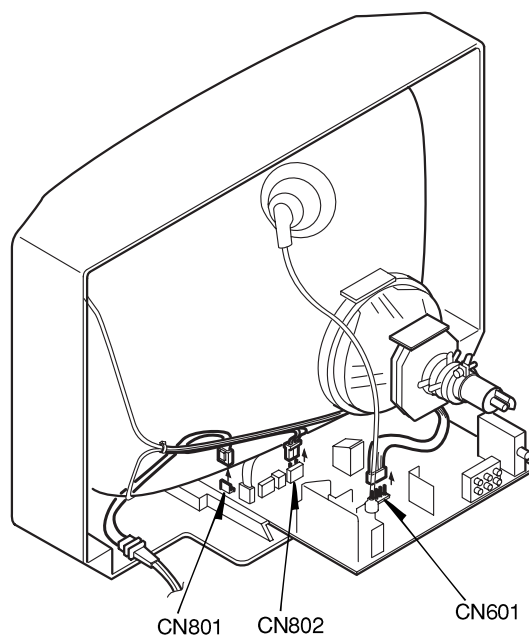

Fig. 5-1
- (1) CN601、CN801、CN802を外す。(Fig. 5-1参照)